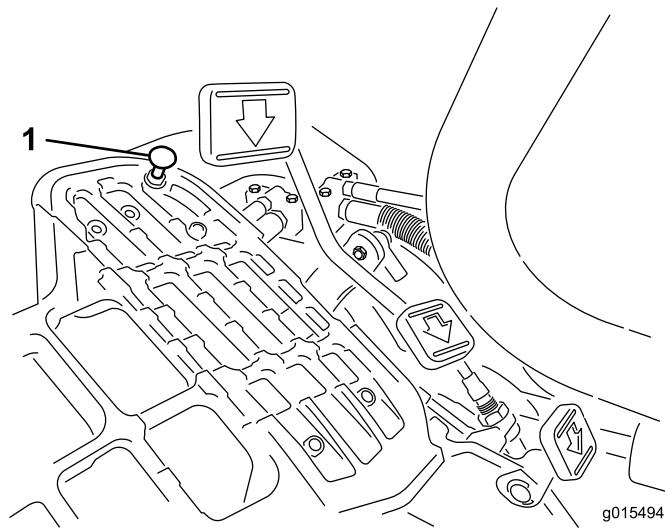

Bild 49
Treten Sie auf das Gaspedal. Wenn das Pedal den Anschlag erreicht (Bild 49), bevor das Kabel gespannt ist, müssen Sie die Einstellung ändern:
1. Lösen Sie die Bundsicherungsmuttern, mit denen der Pedalanschlag an der Bodenplatte befestigt ist (Bild 49).